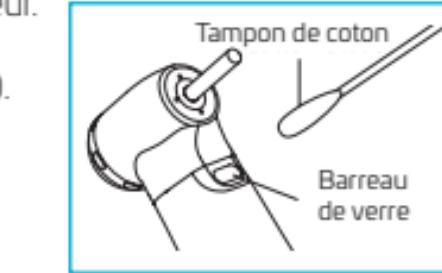

Fig. 5.1
- Bien essuyer le point d'entrée et le point de sortie de l'optique du barreau de verre avec un tampon de coton imbibé d'alcool. Éliminer tous les débris et l'huile. (Fig. 5.1).